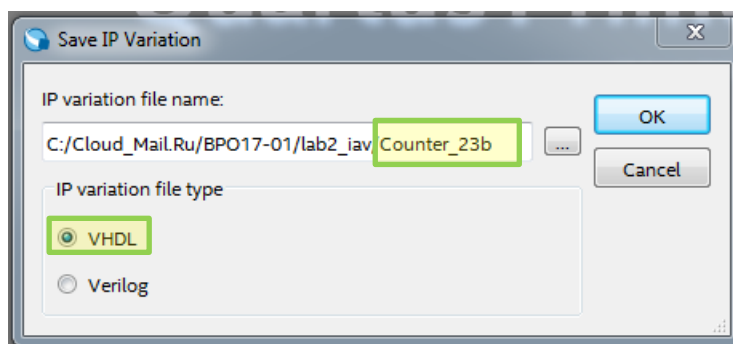

Рис. 5 Окно создания экземпляра выбранного компонента
2.2. В появившемся окне настройки задайте имя экземпляра выбранного компонента (Counter_23b) и укажите язык описания аппаратуры (VHDL), в коде которого он будет храниться в проекте (рис.5). Выполните «**OK**».